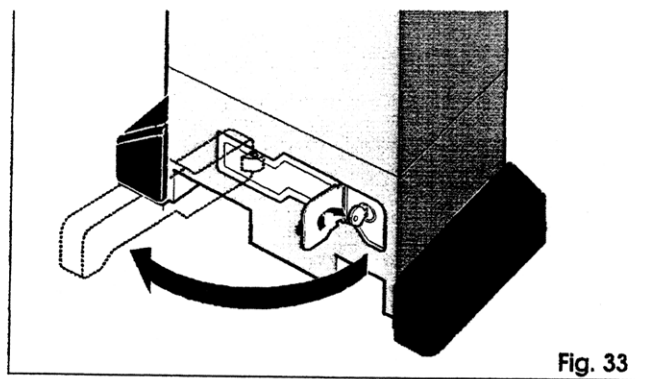

Fig. 33
- 2) Obrócić kluczem w kierunku zegarowym i ciągnąć dźwignię deblokady jak pokazano na rys.33.